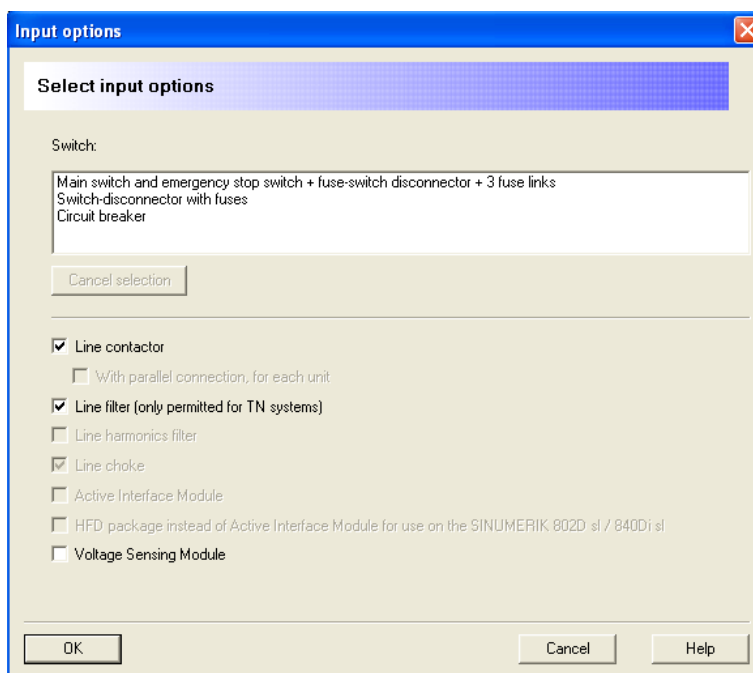

Figura 3.2.103 "Inputs options"
- *Input options* (figura 3.2.103): esta opción dependiendo del tipo de variador de frecuencia que se haya seleccionado anteriormente, muestra una serie de opciones a elegir. En este caso el variador de frecuencia con el que se trabaja es el Sinamics S120, y las opciones que muestra para poder seleccionar son las siguientes: